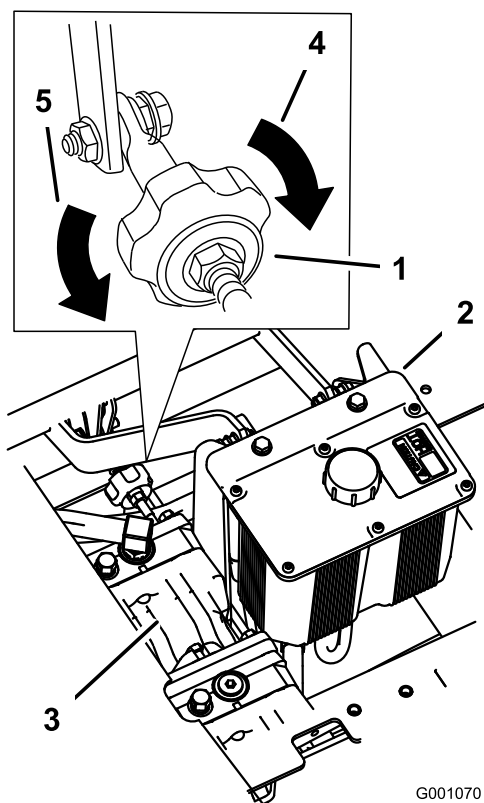

Figura 102
2. Ajuste o comprimento da barra da bomba rodando o manípulo, na direção adequada, até que a roda fique parada ou a rodar ligeiramente para trás (Figura 102).